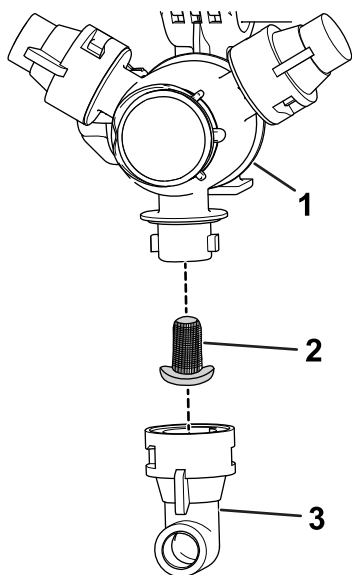

图 49
2. 从喷嘴转动架卸下喷嘴图 49。
3. 拆下喷嘴过滤器图 49。
5. 安装喷嘴过滤器图 49。
6. 将喷嘴安装到喷嘴转动架上图 49。